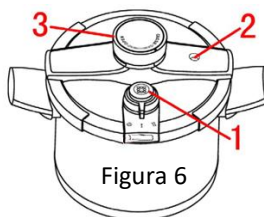

Figura 6
✘ Usando nuestros productos para sentirse a gusto, diseñamos y equipamos múltiples dispositivos para mayor seguridad. (Figura 6)
2. La configuración de varios dispositivos garantiza que la olla a presión funcione normalmente. (Figura 6)